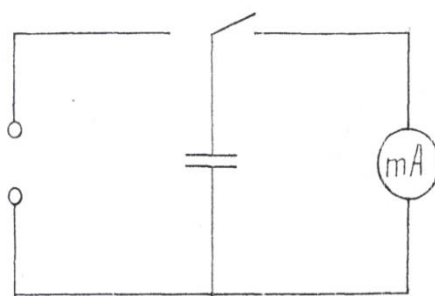

Рис.1
1. Составить электрическую цепь по схеме (рис. 1) В цепи установить один из конденсаторов известной емкости.